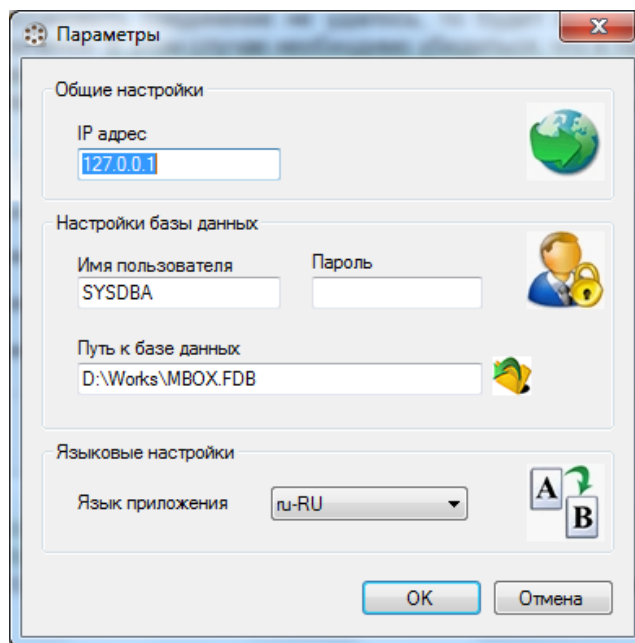

Рис.65
Данная экранная форма содержит основные настройки модуля, доступные для редактирования. Для того, чтобы вызвать форму «Параметры» необходимо выбрать пункт меню «Параметры» подпункта меню «Функции». Форма «Параметры» изображена на Рис.65.
Основная форма приложения изображена на Рис.65а. Для запуска приложения необходимо запустить файл GRD.exe. После загрузки модуль сворачивается в трей  и следит за сервером связи. Если сервер связи не загружен то модуль его запускает, а в случае зависания - перезагружает компьютер.
Рис.65а
- Индикатор соединение с сервером связи (Socket connection server), если связь есть имеет вид изображенный на рис.65б если нет то рис.65а.
Рис.65б
Основная форма приложения изображена на Рис.65в. Для запуска приложения необходимо запустить файл MSE.exe. Модуль позволяет устанавливать или снимать ограничение на запуск приложений или файлов не относящихся к АРМ ДО Сеть. Для корректной работы этого модуля пользователь «Windows» должен иметь права администратора системы.
Рис.65в
Для того чтобы запретить запуск приложений не относящихся к АРМ ДО Сеть необходимо нажать кнопку «Установить ограничения». После этого необходимо будет ввести пароль «Оператора системы» и перезагрузить компьютер рис.65г.
Рис.65г
После перезагрузки компьютера, программы на которые наложено ограничение работать не будут и появятся соответствующие предупреждение рис.65д.
Рис.65д
Для того чтобы снять ограничение на запуск приложений не относящихся к АРМ ДО Сеть необходимо нажать кнопку «Снять ограничения». После этого необходимо будет ввести пароль «Оператора системы» и перезагрузить компьютер рис.65г.
При выключенных ограничениях модуль имеет вид рис.65в, при включенных рис.65ж.
Рис.65ж